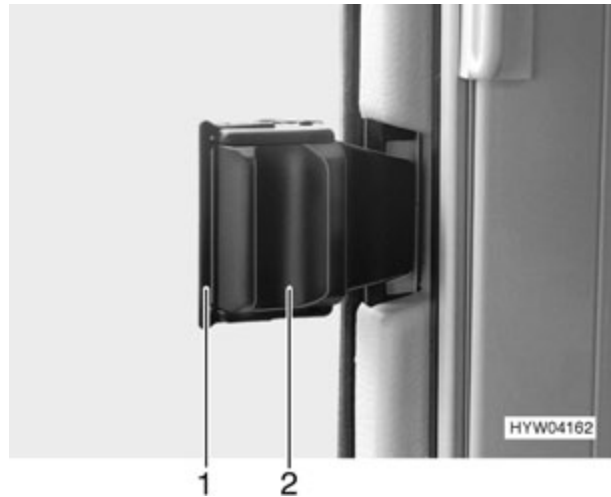
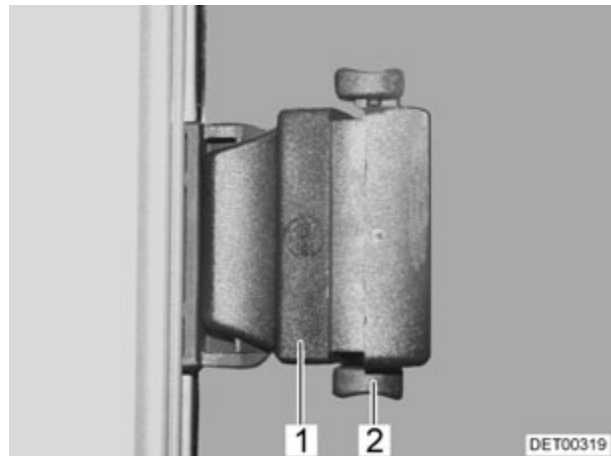

Fig. 32 Ventana corredera (variante 1)
Fig. 33 Ventana corredera (variante 2)
- Extrar el cierre (Fig. 32,1 ó Fig. 33,2) o presionarlo hacia arriba.
- Presionar el tirador (Fig. 32,2 ó Fig. 33,1) y, al mismo tiempo, empujarlo hacia adelante o hacia atrás.